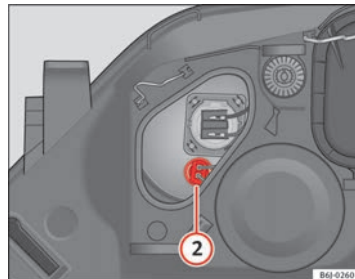

Fig. 150 Luz de presença ►
- Extraia o conector ⇒ Fig. 150 ② puxando para fora.